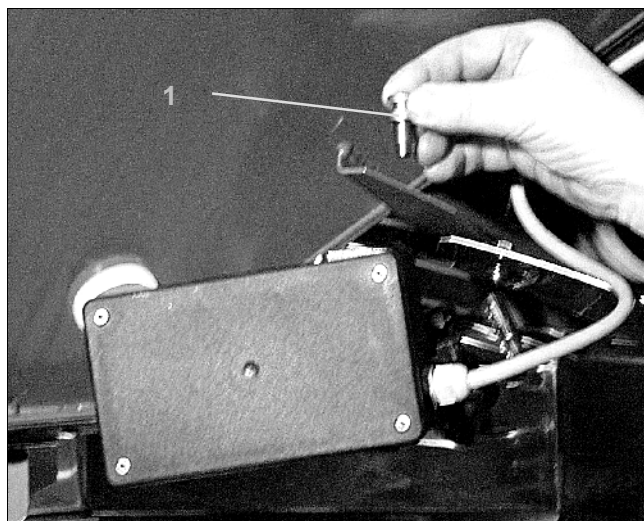

Fig. 102
- Extraer ambos pernos articulados (Fig. 102/1).